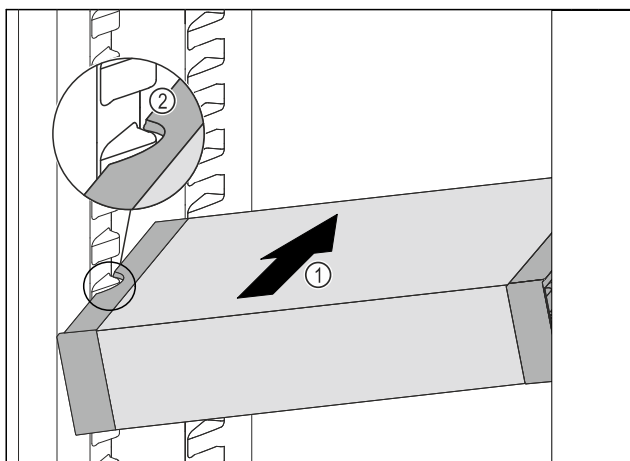

Fig. 79
- Inserire VarioSafe ad angolo nel vano frigorifero Fig. 79 (1), fino a quando le cavità laterali Fig. 79 (2) di VarioSafe non si trovano al livello della nervatura del contenitore nel vano frigorifero.